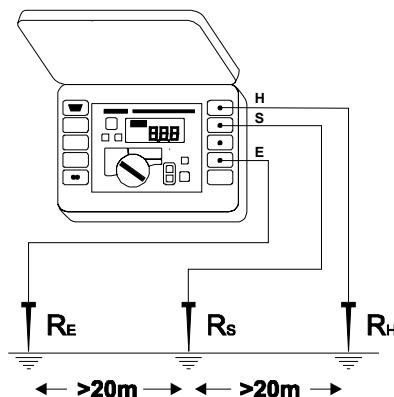

Рис. 8. Трехполюсная схема для измерения сопротивления заземления
- Соединить заземлитель с измерительным гнездом **4** измерителя, обозначенным как „**E**” (Рис.8);